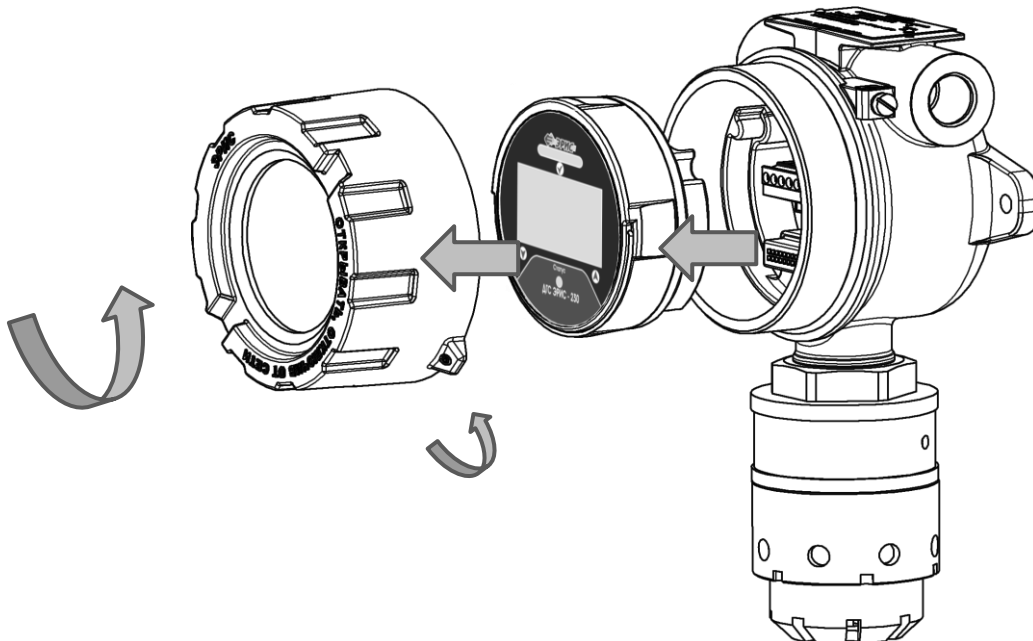

Рисунок 16 – Схема разбора ДГС ЭРИС-230
- а) Открутить стопорный винт в крышке газоанализатора (рис.16).